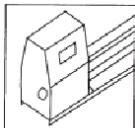

Figure 1
2. Desfăseți șuruburile hexagonale cu kit comutator (vezi fig. 1)